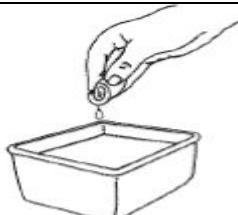

Рис. 25
3. Промойте фильтр в мыльном растворе моющим средством (Рис. 25). Промойте фильтр достаточным количеством воды и подождите, пока он полностью просохнет.